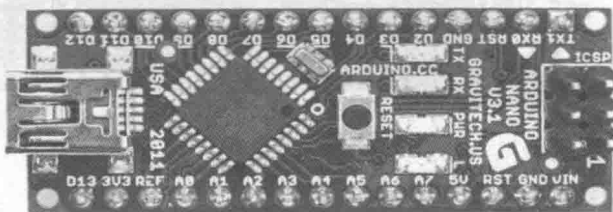

图 1-11 Arduino Nano
(11) Arduino Nano（见图1-11）。Arduino Nano是一款基于ATmega328（Arduino Nano 3.x）或ATmega168（Arduino Nano2.x）的开发卡，体积小、功能全面且适用的电路板，需要外部模块配合来完成程序下载。